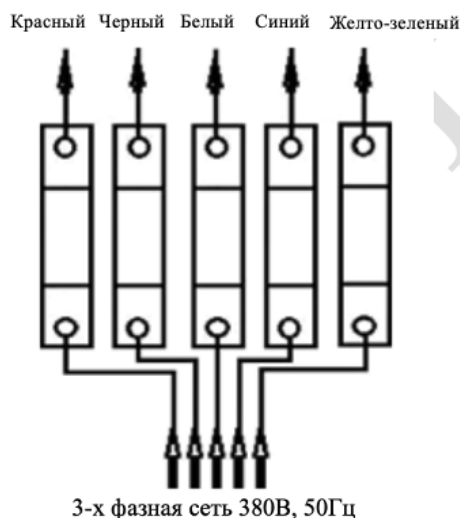

Рисунок 4
2.4.12.1 Питание станции зарядной для электрического транспорта осуществляется от трёхфазной сети переменного тока. Разводка проводов питающей сети производится на клеммники. Места для подключения фазных проводов промаркированы метками «красный», «черный», «белый», «синий», «желто-зеленый» (см. рисунок 4).